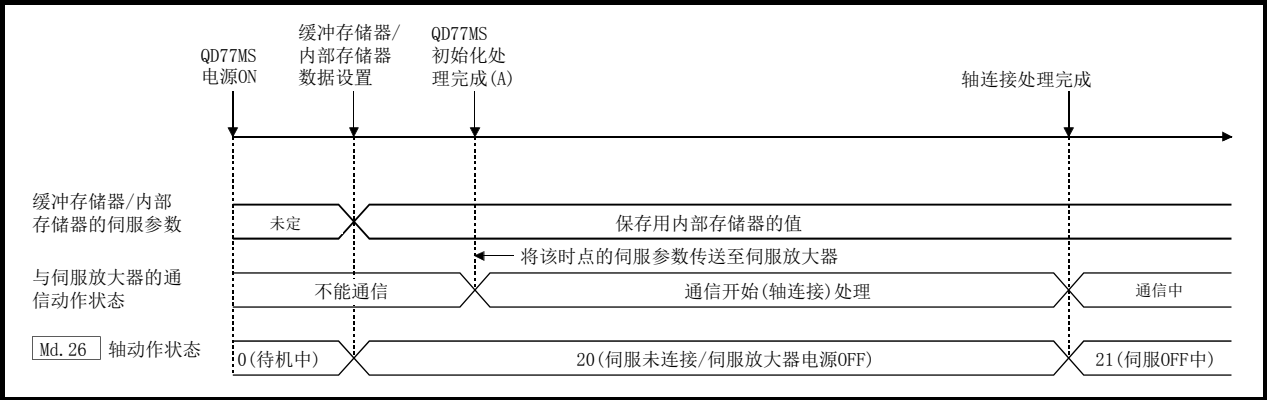

图 7.1 系统电源 ON 之前伺服放大器启动的情况下
- (1) 在系统电源 ON 之前将伺服放大器电源置为 ON 的情况下
- 与伺服放大器的通信开始时机：初始化处理完成(图 7.1 (A))